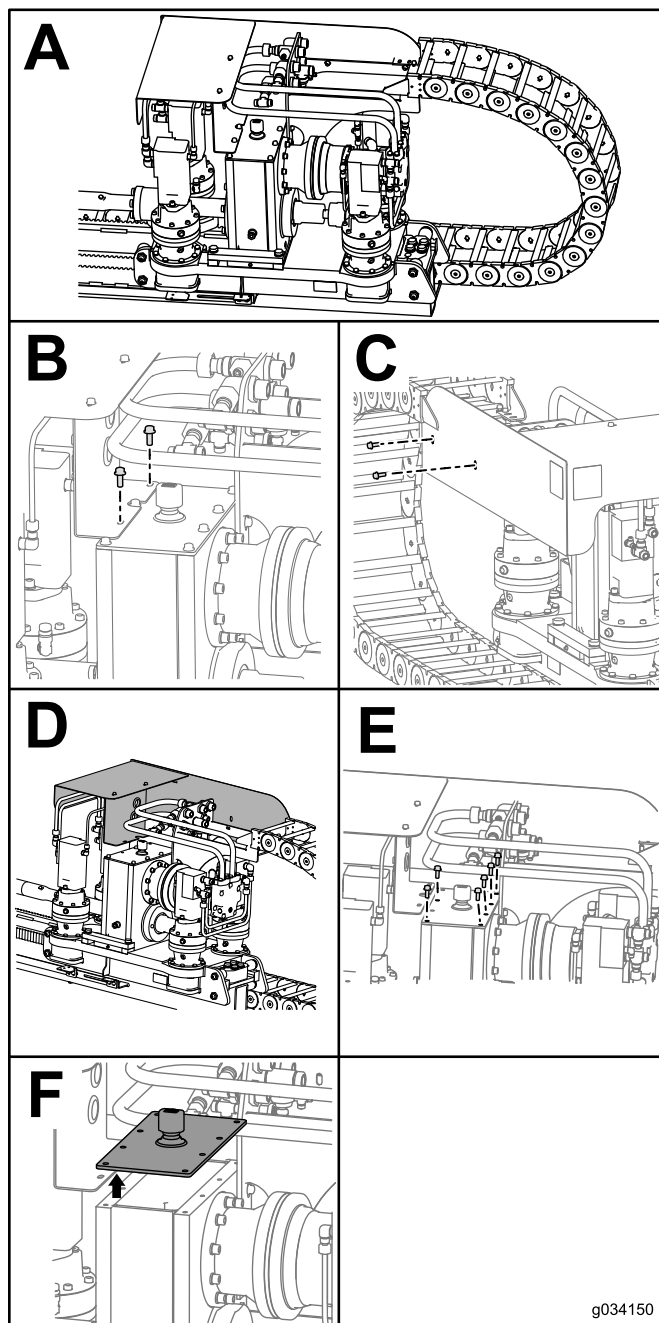

Figura 107
3. Remova os 2 parafusos e porcas da proteção do sistema de translação (Caixa B da Figura 107).
4. Remova os 2 parafusos e porcas da lateral da proteção do sistema de translação (Caixa C da Figura 107).
5. Deslize a proteção do sistema de translação para frente (Caixa D da Figura 107).
6. Remova os 6 parafusos da caixa de transmissão (Caixa E da Figura 107).
7. Remova a tampa da caixa de transmissão e o óleo por sifonamento (Caixa F de Figura 107).
11. Deslize a tampa para trás sobre a caixa de transmissão e instale, sem apertar, os 6 parafusos (Caixa E de Figura 107).
12. Instale novamente a proteção do sistema de translação com os 2 parafusos, sem apertar (Caixa C de Figura 107).
13. Instale os 2 parafusos de fixação da proteção do sistema de translação na caixa de transmissão (Caixa B de Figura 107).